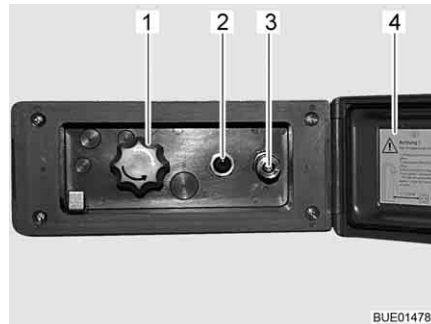

Bild 145 Duschanslutning utsida
- Lås upp och öppna locket (Bild 145,4).
- Anslut ytterduschens slang med snabbkopplingen (Bild 145,3).
- Koppla in vattenpumpen med brytaren (Bild 145,2).
- Ställ in vattentemperaturen enligt önskemål med vredet (Bild 145,1).
- Koppla ur vattenpumpen med brytaren (Bild 145,2).
- Stäng locket (Bild 145,4) och lås det med nyckeln.
- Ställ vredet (Bild 145,1) på mittläget.